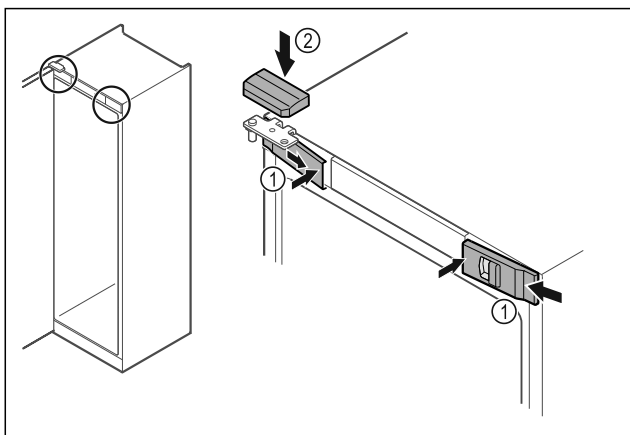

Fig. 50 *
- Voorste afdekkingen Fig. 50 (1) zijdelings aanbrengen en van binnen vastklikken.*
- Bovenste afdekking Fig. 50 (2) van boven vastklikken.*